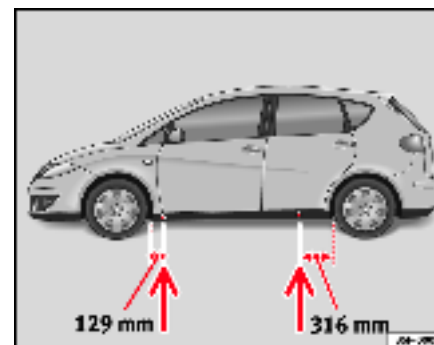

Fig. 176 Points d'appui du cric.
- Cherchez sur le longeron inférieur le point d'appui le plus proche de la roue à changer ⇒ page 257, fig. 176.
Des empreintes sur le bas de caisse à l'avant et à l'arrière du véhicule indiquent les points d'appui du cric ⇒ page 257, fig. 176. Un emplacement a été prévu pour chaque roue. Le cric ne doit pas être positionné à d'autres endroits.